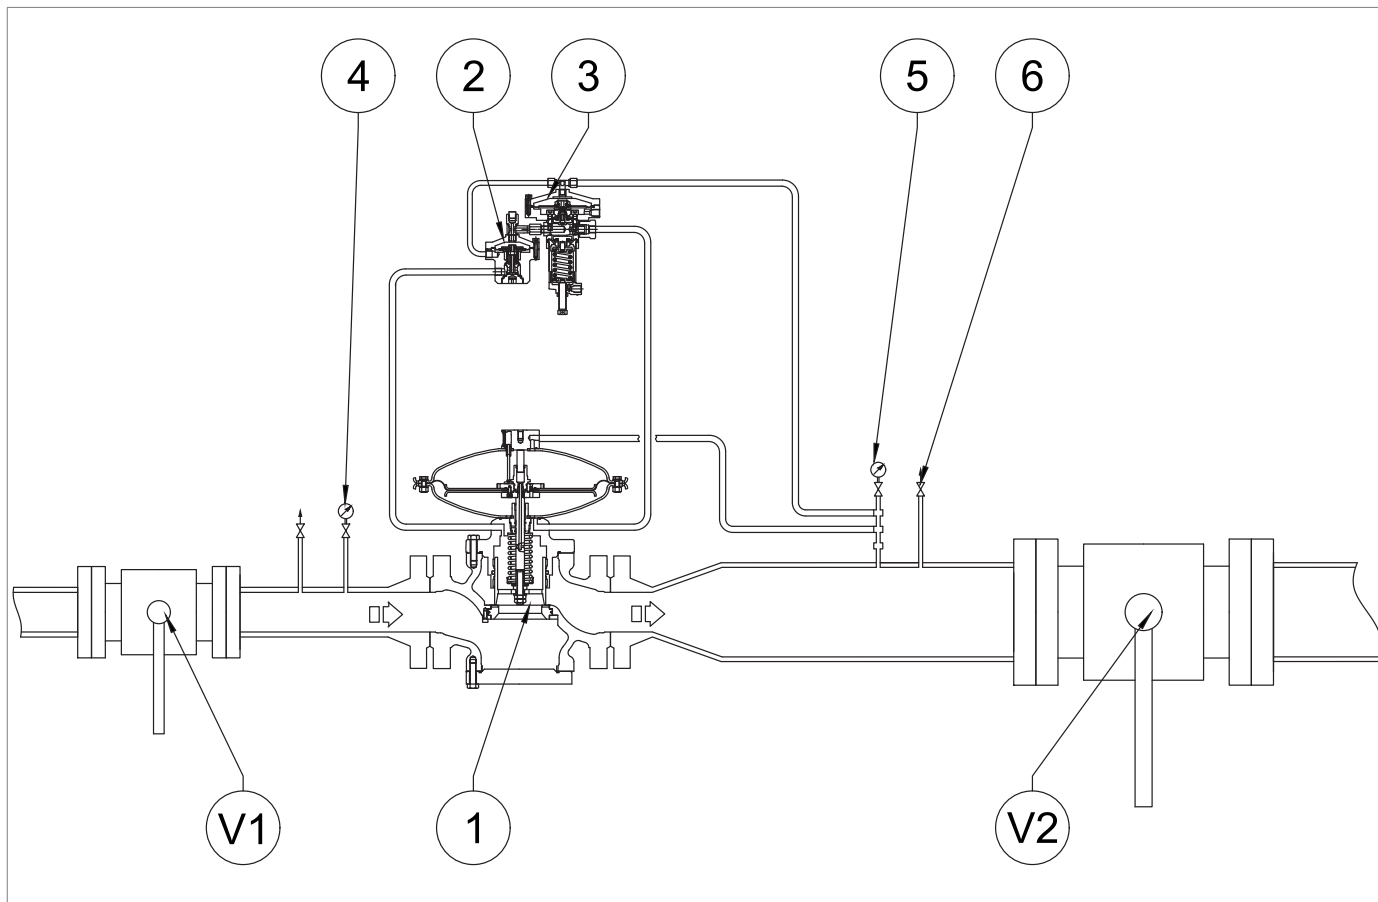

Fig. 8.32. Messa in servizio del regolatore REVAL 182
1	<p>Controllare la pressione facendo riferimento al manometro (Fig. 8.32, rif. 5) posto a valle del regolatore principale.</p> <p>Se la valvola di blocco:</p> <ul style="list-style-type: none"> • interviene prima del valore di pressione previsto: avvitare (senso orario) la ghiera di regolazione (13) così da comprimere maggiormente la molla (11); • non interviene al valore di pressione previsto: svitare (senso antiorario) la ghiera di regolazione (13), così da scaricare la molla (11).
2	Diminuire la pressione del tratto di valle aprendo il rubinetto di scarico (Fig. 8.32, rif. 6) per portarla fino al valore di taratura del regolatore principale.
3	Chiudere il rubinetto di scarico (Fig. 8.32, rif. 6).